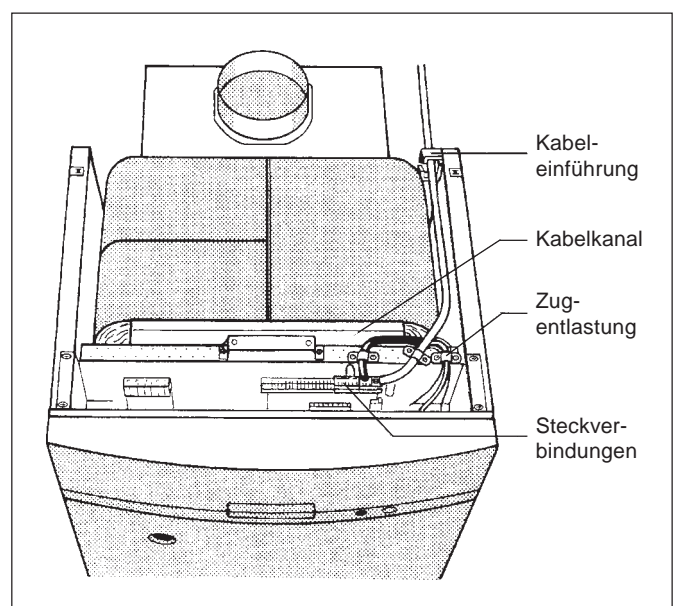

Abb. 12: Kabelführung und Steckverbindungen
- Bauseitige elektrische Anschlußleitungen von hinten durch die Kabeleinführung und im Kabelkanal zum Regelgerät führen (Abb. 12).
- Bauseitige elektrische Anschlüsse nach Schaltplan an den Steckverbindungen des Regelgerätes herstellen (Abb. 12).
- Die Stecker lassen sich mit Hilfe eines Schraubendrehers leicht von der Steckerleiste abhebeln. Alle Leitungen mit Zugentlastungen sichern (Abb. 12).